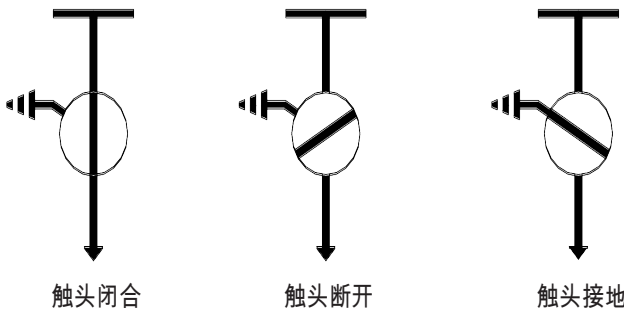

图1 工作状态
5.2 上下躯壳由环氧树脂注塑而成，构成充气内腔，内腔中动触头是公用的，与上下静触头和接地静触头的位置可循环完成“合-分-接地”三种工作状态(见图1)。当不需要接地位置时，可不装接地静触头，但订货时应予以注明。